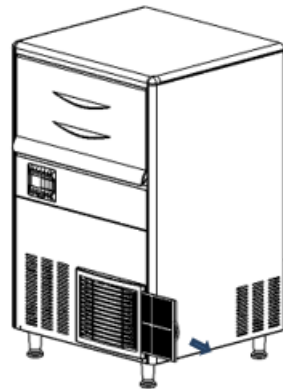

Figure 2
- Schematische Darstellung für die Entfernung des Kunststofffilters (Abbildung 2):